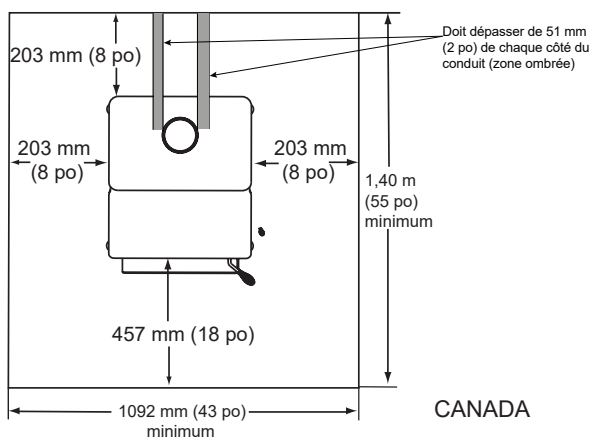

Figure 9.2
Au Canada, une protection similaire doit être installée jusqu'à 457 mm (18 po) à l'avant et 203 mm (8 po) à l'arrière et les côtés de l'appareil. **Figure 9.2 *Voir exception.**
***EXCEPTION :** Les protections incombustibles pour le sol doivent s'étendre sous le conduit lorsque l'évacuation est horizontale et se prolonger de 51 mm (2 po) de chaque côté du conduit. **Voir figure 9.2.**